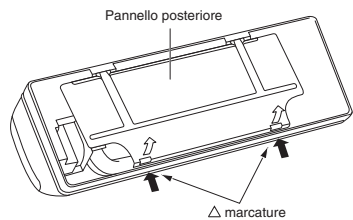

Fig. 3-32
- (2) Premere i 2 Δ segni sul coperchio del telaio e sganciare le linguette stazionarie dal telaio. (Fig. 3-32)